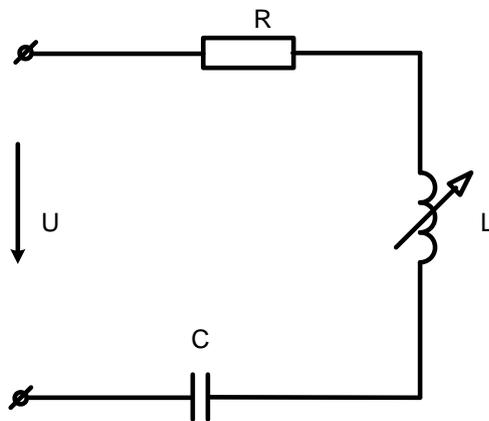

Рисунок 57
**Задача 61.** К зажимам цепи (рис. 57) подведено периодическое несинусоидальное напряжение  $U = \sqrt{2} \cdot 100 \sin \omega t + \sqrt{2} \cdot 50 \sin 3\omega t + \sqrt{2} \cdot 5 \sin \omega t$ , где основная частота  $\omega = 314$  рад/с. Активное сопротивление и емкость в цепи соответственно равны  $R = 20$  Ом и  $C = 6,36$  мкФ. Индуктивность  $L$  может быть варьируема в широком диапазоне. Определить: а) числовые значения  $L$ , соответствующие наступлению в цепи резонанса на частотах трех гармоник напряжения; б) действующие значения тока для этих трех гармоник. Построить кривые действующих токов всех трех гармоник и общего тока в функции  $L$ :